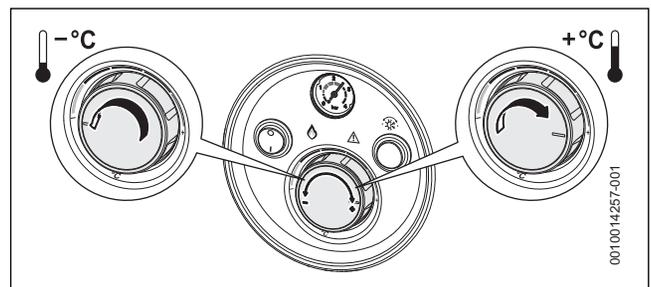

Fig. 105 Réglage de la température
- Le thermostat de température de départ (Fig. 105) correspond aussi bien à la température de départ vers le chauffage central que vers le ballon d'eau chaude.